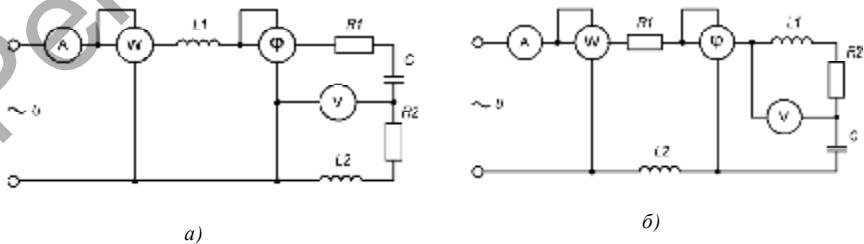

Рисунок 2.5
**Задача 2.3.** К сети с переменным синусоидальным напряжением  $U$  с частотой  $f$  тока  $I$  включены последовательно резисторы, индуктивные катушки и конденсаторы (рис. 2.5). Определить показания измерительных приборов, включённых в цепь: амперметра, вольтметра, ваттметра и фазометра. Составить уравнение баланса мощности и проверить правильность расчёта. Построить векторную диаграмму напряжения и токов, используя исходные данные таблицы 2.3.